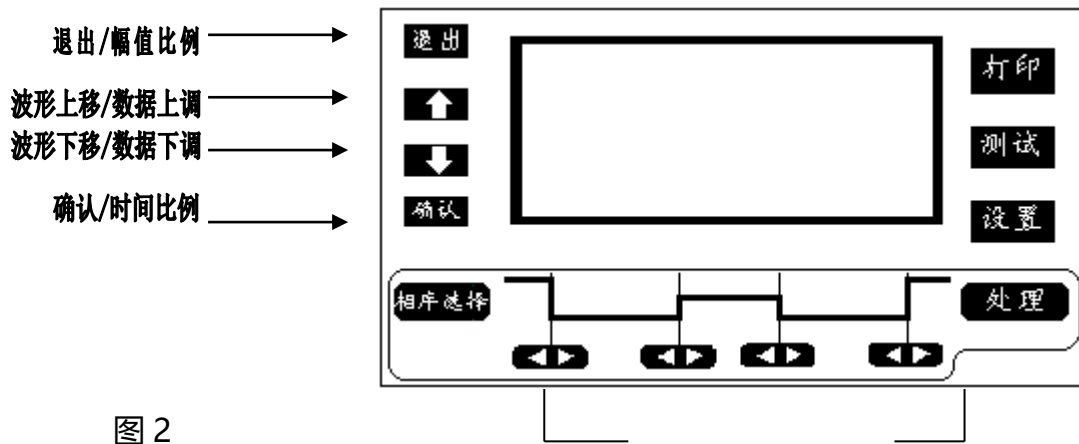

图 2
3. 键盘: 本仪器键盘、显示屏详细布局如图 2 所示:
仪器设功能键 4 个, 即打印、测试、处理和设置。功能调整键 4 个, 即确认、上移、下移、和退出。这 4 个键在显示波形时其功能分别为: 时间比例、波形上移、波形下移和幅值比例。如图 2 所示。按
用图 2 中的“游标键”调整游标位置到波形串联. 并联. 串联的明显转折处。游标调节好后显示屏上将直接显示出波形各段的时间和电阻值。各段参数的意义如图 9 所示，按“相序选择”键，选择调整 A. B. C 三项。处理好三项的参数后，再按“打印”键进行打印。这时打印的图纸包括波形和处理的参数值。